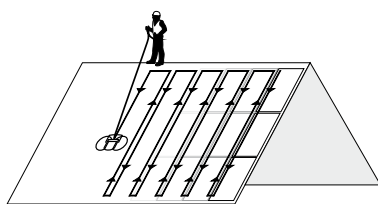

Abbildung 1
1. PvSpin ist vom First aus zu bedienen (Abbildung 1). Dabei befinden sich die unter „Systemaufbau“ genannten Komponenten am Boden, der Bediener befindet sich mit dem Modulreinigungsgerät PvSpin am Dachfirst.